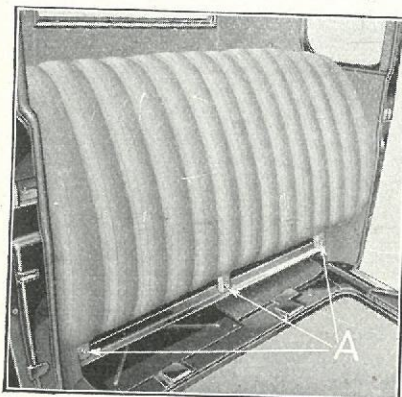

Fig. 566
1261 Skru Møtrikkerne af de tre Bolte (Fig. 566-A) i Ryglænets Underkant og udtag Boltene.
- 1276** Anbring Ryglænet i Vognen, med Glyphagerne i Øjerne og spænd de 3 Bolte (Fig. 566-A) i Underkanten af Ryglænet til.